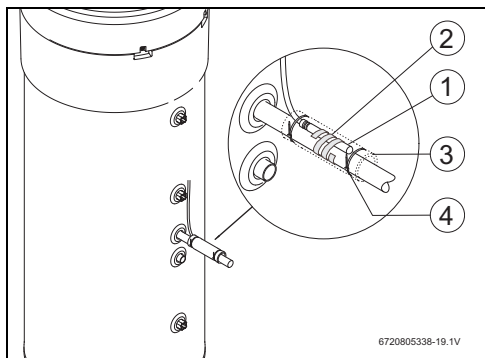

Fig. 12
- ▶ Positionner la sonde de température NTC de l'accessoire [1] comme indiqué dans la fig. 12.